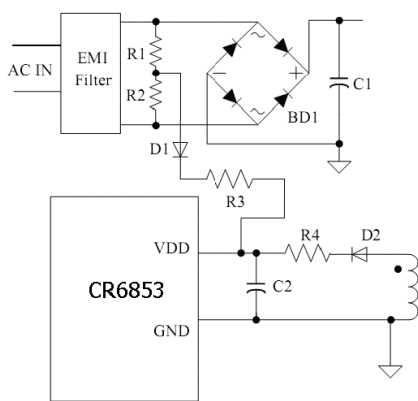

图 1.2.1 整流前启动
- 1) 整流滤波前启动的方式, 其启动电路见图 1.2.1 所示;